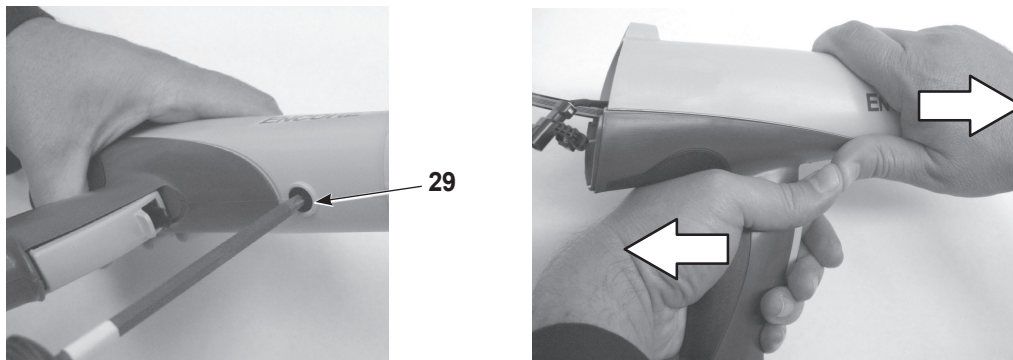

Abbildung 12 Applikatorgehäuse vom Griff trennen
4. Siehe Abbildung 12. Die schwarze Nygonschraube (29) aus dem Applikatorgehäuse schrauben.